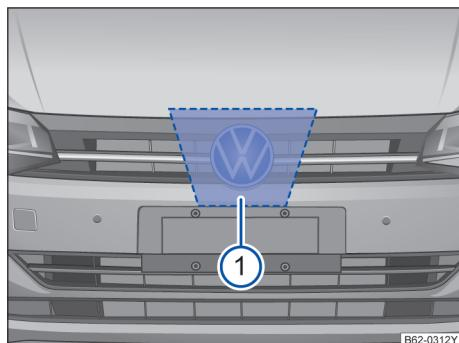

图 101 雷达传感器
为探测交通情况，VW 标志后方的散热器格栅内安装有一个雷达传感器 → 图 101 ①。因此可识别最远约 100 m 的前车。
雷达传感器前方和四周的区域 → 图 101 不得被贴签、附加大灯、牌照装饰框或其他类似物体遮盖，因为这样做可能会影响车前测距监控系统的功能。